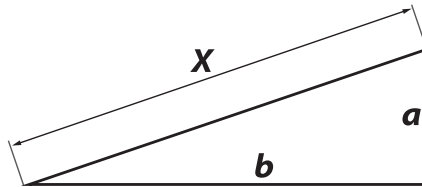

Рис. 4
2. Рассчитывается гипотенуза, для чего находится длина двух сторон (Рис. 4).